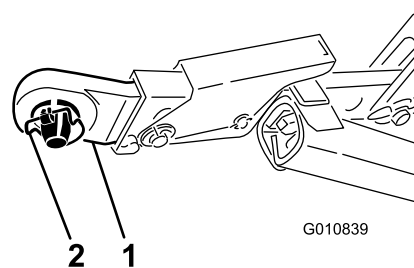
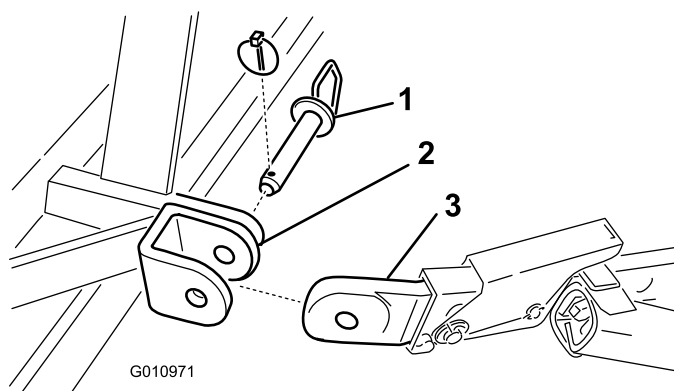

Figura 3
Figura 4
6. Fixe os braços de articulação inferiores aos suportes de montagem do arejador com pinos de sujeição (Figura 3) ou pinos de engate e pinos de sujeição (Figura 4).